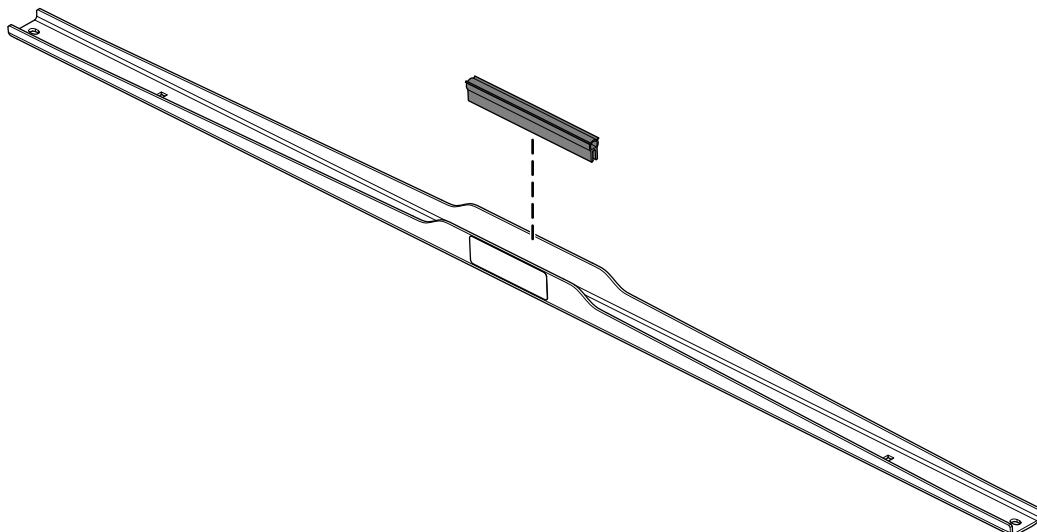

図 6
3. 日よけサポートブラケットにトリムシールを取り付ける図 6。